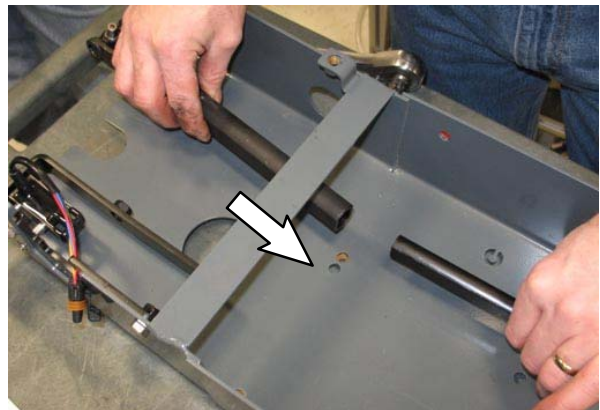

FIG. 58
20. Faites coulisser la partie inférieure de l'arbre de direction sur ce dernier (1). (Figure 58)